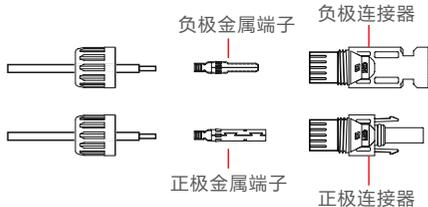

图3.26 拆卸连接器盖螺母
1. 剥去直流线缆约7毫米, 拆下连接器盖螺母 (如图3.26所示)。